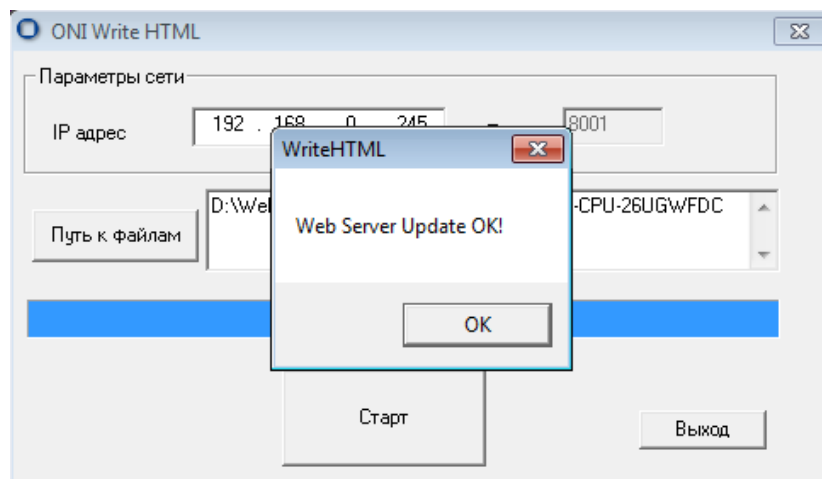

Рисунок 3.124
5. Когда обновление будет завершено, появится сообщение об успешном обновлении Web сервера (рисунок 3.124).